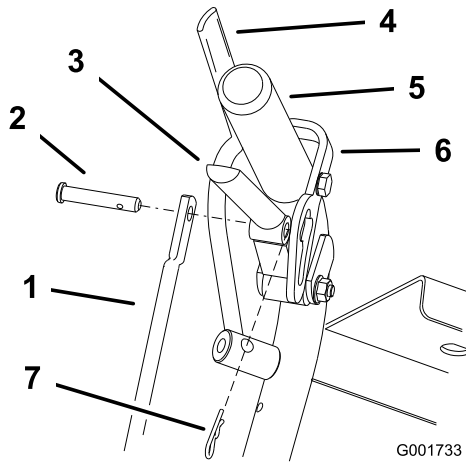

Bild 36
1. Lassen Sie den Antriebshebel los und entfernen Sie den Splint und Lastösenbolzen, um die Länge der Stange einzustellen (Bild 36). Drehen Sie die Stange im Stangen-Anschlussstück (Bild 36).
- Stecken Sie den Lastösenbolzen in den Antriebshebel (**Bild 36**).
- Stecken Sie den Splint zwischen den Antriebshebeln und den Neutralarretierungen in die Lastösenbolzen (**Bild 36**).